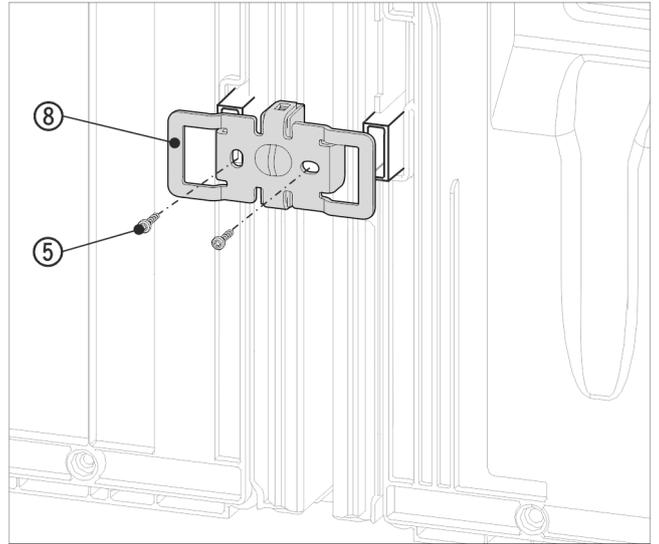

Fig. 18 例图
- ▶ 使用凹槽重新将角 Fig. 18 (8) 推入壁距调整垫片的插槽上方。
- ▶ 使用两颗螺栓 Fig. 18 (5) 拧紧固定。